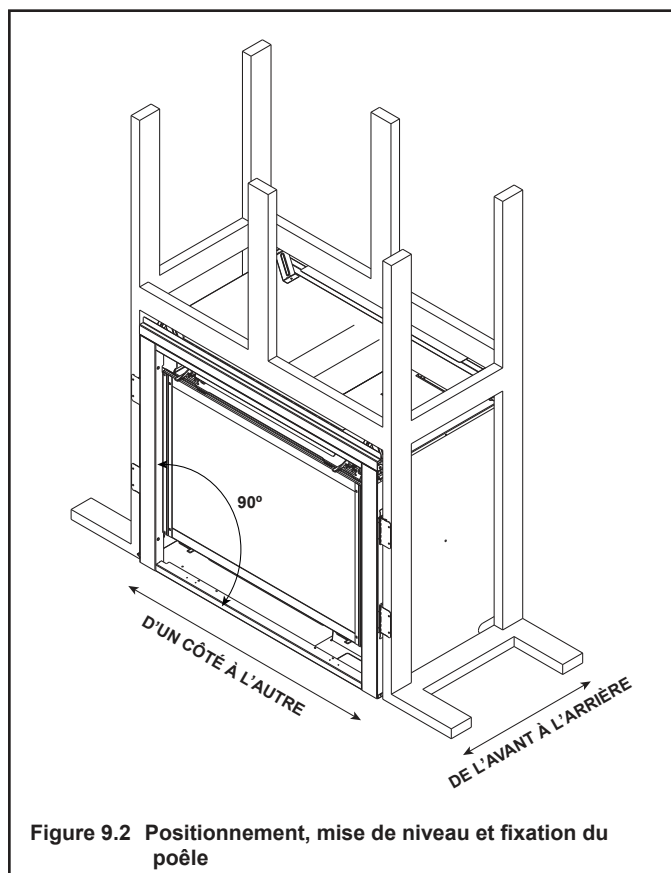

Figure 9.2 Positionnement, mise de niveau et fixation du poêle
6. Au moyen d'une équerre, assurez-vous que les côtés du poêle sont à l'équerre avec le fond comme montré à la Figure 9.2.